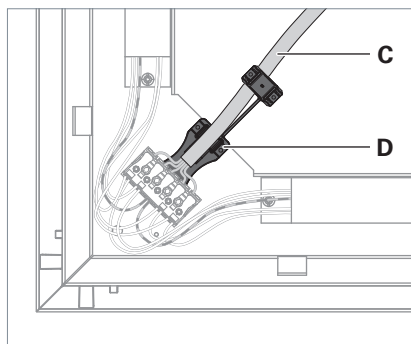

Fig. 6: Montare il serracavi.
- Fissare il cavo di collegamento **C** con il serracavi **D**, vedi Fig. 6.